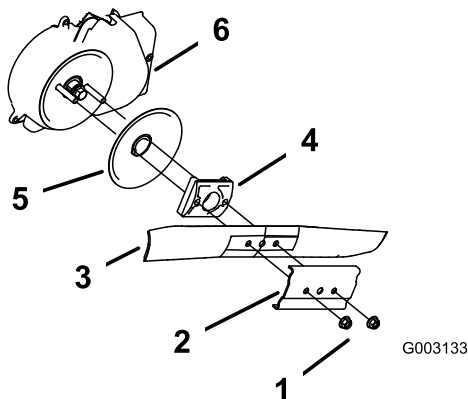

Рисунок 30
3. Отверните 2 гайки крепления ножа и прижим (Рисунок 30).
4. Извлеките нож (Рисунок 30).
5. Снимите привод ножа и диск (Рисунок 30).
6. Снимите кожух тормозной муфты ножа (Рисунок 30).
10. Установите снятые ранее нож и прижим (Рисунок 30).